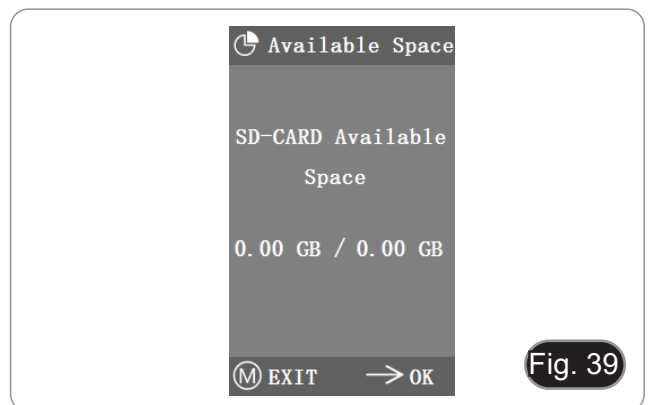

Fig. 39
2. Si aparece "0.00 Gb / 0.00 Gb" (Fig. 39), la tarjeta SD no se ha insertado correctamente; intente volver a insertarla.